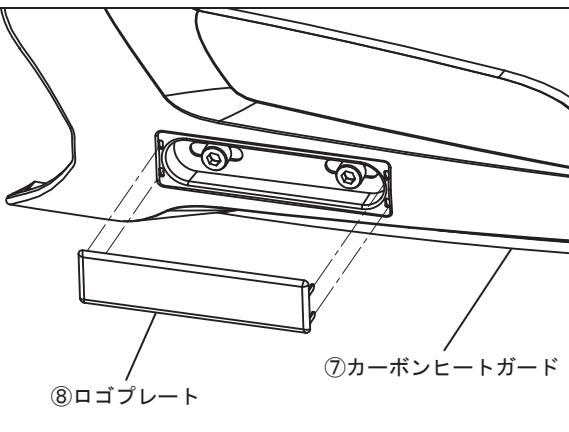

FIG. 19
22. ⑧ロゴプレート裏側のシートを外し、ツメの部分を⑦カーボンヒートガードの四箇所の穴に通してしっかりと貼り付けて下さい。貼り付けたら⑦カーボンヒートガード裏側に突き出た⑧ロゴプレートのツメを折り曲げて下さい。（FIG. 19, 20 参照）